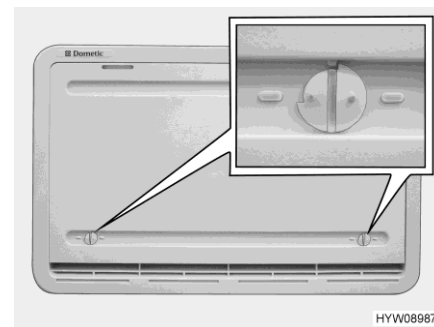

Fig. 120 Cubierta de invierno (rejilla de ventilación del frigorífico)
La cubierta de invierno (Fig. 120) protege el grupo de refrigeración de aire frío. Colocar cubiertas de invierno delante de ambas rejillas de ventilación del frigorífico si la temperatura exterior cae por debajo de +10 °C (tanto en caso de funcionamiento a gas como en caso de funcionamiento con electricidad).
- Abrir ambos bloqueos (Fig. 120) (la ranura está en posición horizontal).